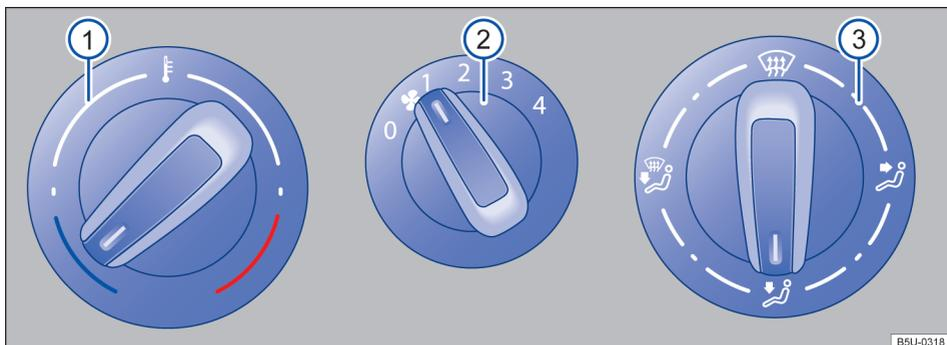
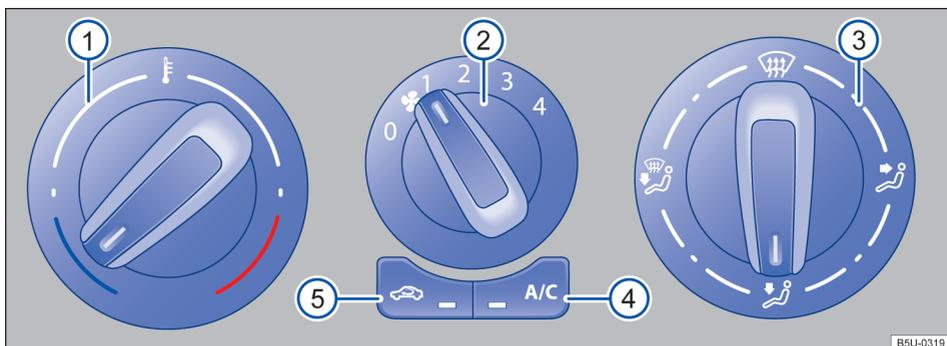

Fig. 71 Comandos do sistema de ventilação e aquecimento.
Fig. 72 Comandos do ar-condicionado.
Comandos Informações complementares do sistema de ventilação e aquecimento → Fig. 71 e ar-condicionado → Fig. 72.
Comandos	Informações complementares do sistema de ventilação e aquecimento → Fig. 71 e ar-condicionado → Fig. 72.
- Em veículos com sistema de aquecimento, girar o botão da temperatura → Fig. 71  totalmente para a direita, para a posição máxima de aquecimento.
- Girar o botão da distribuição de ar → Fig. 72 ③ para a posição , nesta posição o modo de recirculação de ar é automaticamente desligado.
- Girar o botão do ventilador ② no nível 3 ou 4.
- Girar o botão da temperatura ① para a posição desejada.